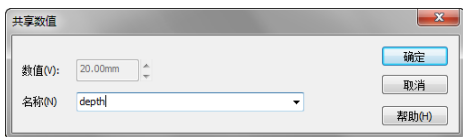

图 7-24 [共享数值]对话框
④单击按钮，生成等半径圆角特征。
⑦保存文件。单击[标准]工具栏中的[保存]按钮或者选择[文件] | [保存]命令。将草图保存，名为“底座.sldprt”。至此，该零件模型的建模工作就基本完成了。
⑧为零件添加连接尺寸。
①在 FeatureManager 设计树中，右击[注解]文件夹，然后在弹出的快捷菜单中选择[显示特征尺寸]命令。这时，在图形区域中零件的所有特征尺寸都显示出来。
②右击拉伸 1 特征的深度尺寸 (20mm)，在弹出的快捷菜单中选择[链接数值]命令。
③在[共享数值]对话框中的[名称]中输入 depth 作为尺寸变量名，如图 7-24 所示。单击[确定]按钮关闭对话框。